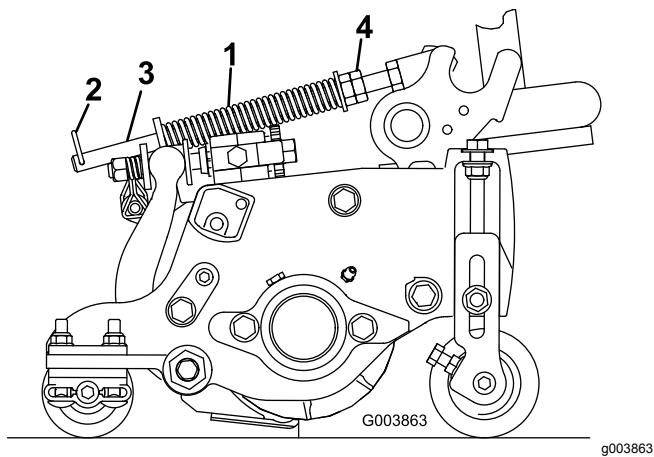

図 15
ターフ補正スプリング 図 15 は、前ローラから後ローラへと、カuttingユニットの体重移動を行います。これにより、マーセリングやボビングと呼ばれる「波打ったような」仕上がりを防いでいます。
1. ヘアピンコッターがスプリングロッドの後の穴に差し込まれていることを必ず確認しておいてください 図 15。
2. スプリングロッド前部の六角ナットを締めて、スプリング圧縮状態の長さが以下の通りになるようにする。リールマスター5410の5"カッティングユニットでは 12.7cm、リールマスター 5510 との7" カッティングユニットでは 15.9cm 図 15を参照。